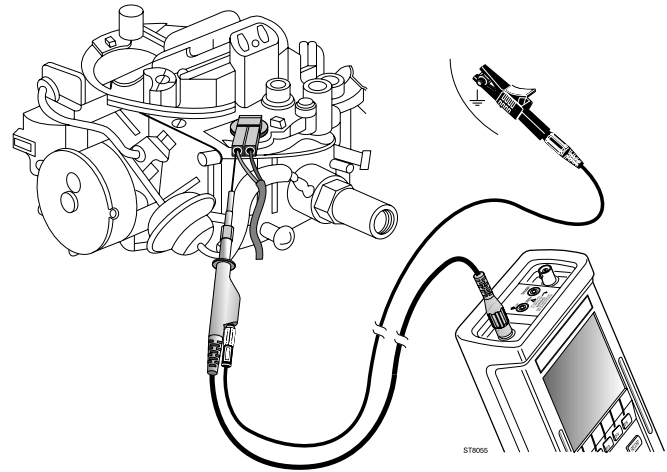

Bild 55, Testen eines Gemischreglermagneten
3. Schließen Sie die Meßleitungen so an, wie dies von der Funktion **Anschlußhilfe** und in Bild 55 dargelegt wird.